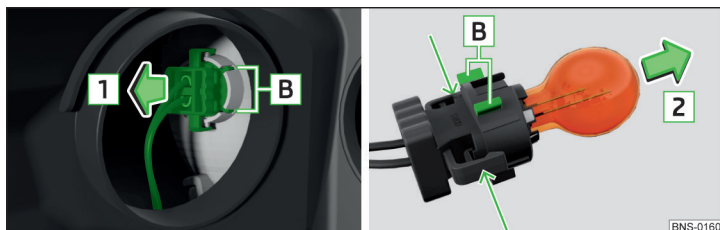

Fig. 373 Cambiar la bombilla para luz intermitente delantera
- › Extraer el portalámparas con la bombilla con movimientos de vaivén en el sentido de la flecha **1** » fig. 373.